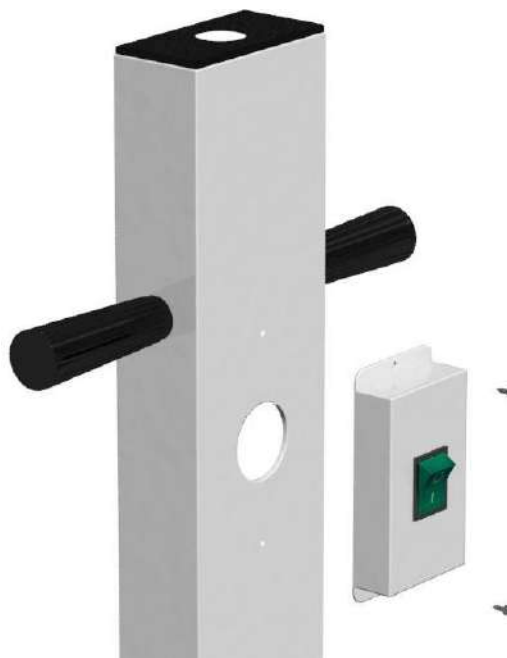

Fig. 16
- ✓ Scoateți șuruburile care fixează suportul de siguranțe al căruciorului (**E**) de suportul vertical (**B**) după cum se arată în Fig. 16.